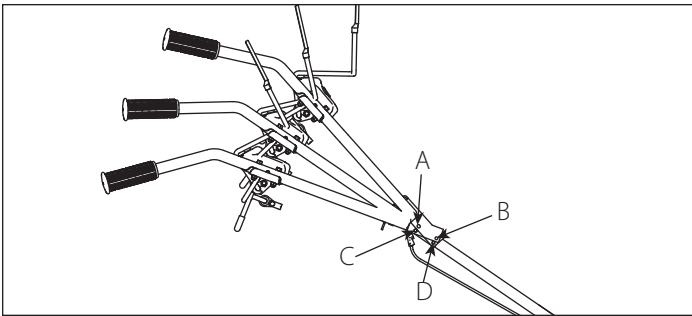

Figure 16
**POSITIONS EN HAUTEUR :** VOIR FIGURE 16